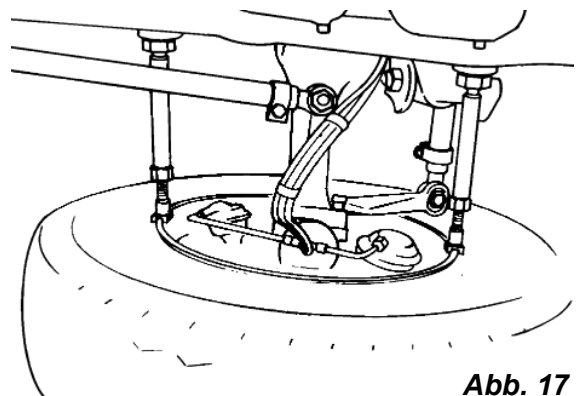

Abb. 17
- Linkes Vorderrad (bei rechtsgelenkten Fahrzeugen rechtes Vorderrad) durch den Einbau von zwei Spreizern zwischen Radfelge (hinten und vorne) und Vorderfeder in Geradeausfahrtstellung blockieren (**Abb.17**).